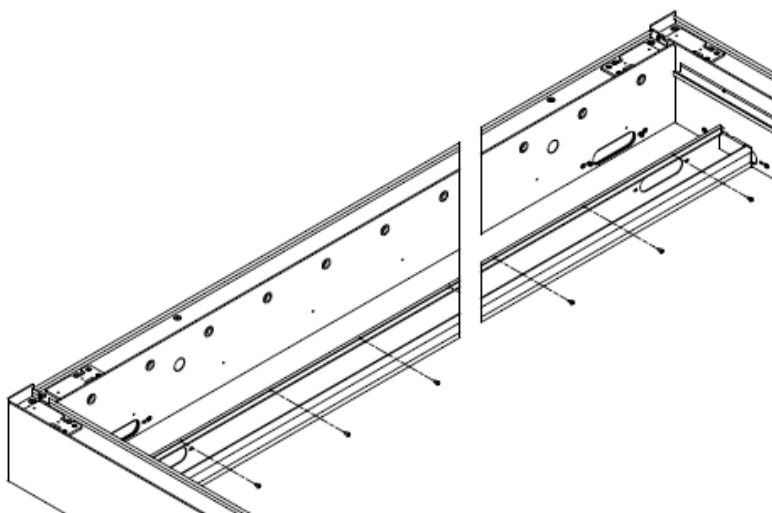

Abbildung 41
3. Befestigen Sie die Rinne mit lackierten Schrauben St4,8x13 (Abb. 41).